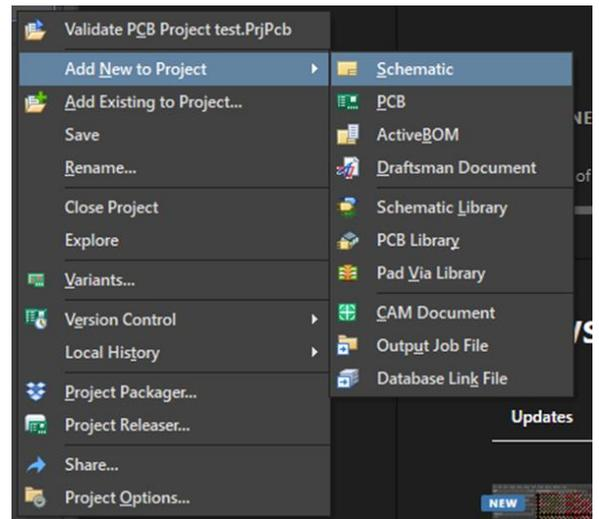
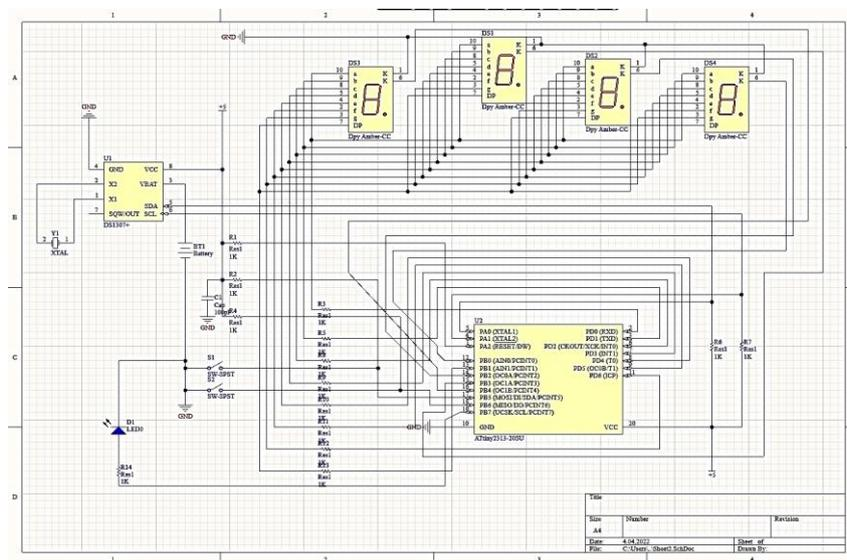

Рисунок 2 – Добавление файлов в проект
Рисунок 3 – Принципиальная схема часов
2. Далее в дерево проектов отображается наш проект, он пока пустой. Добавляем новый файл-схему (рисунок 2). Теперь приступаем за создание принципиальной схемы устройства (рисунок 3).